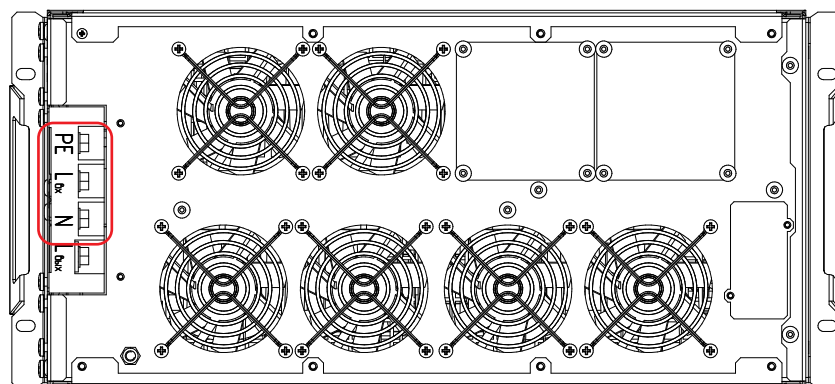

Рисунок 26. Стабилизаторы Штиль IS12000RT и IS15000RT. Выводы «PE-Lvx-N»
- у моделей IS12000RT, IS15000RT, IS20000RT с помощью выводов «PE-Lvx-N» (**рисунок 26**).